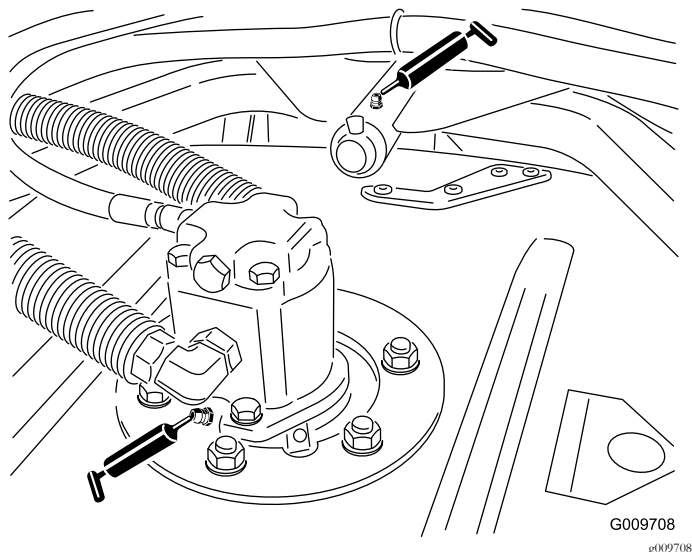

図 36
- 図 36 に示す、刈り込みデッキのスピンドルシャフトのベアリングデッキ1台に2ヶ所
- 図 36 に示す、刈り込みデッキのキャリアアームのブッシュデッキ1台に1ヶ所